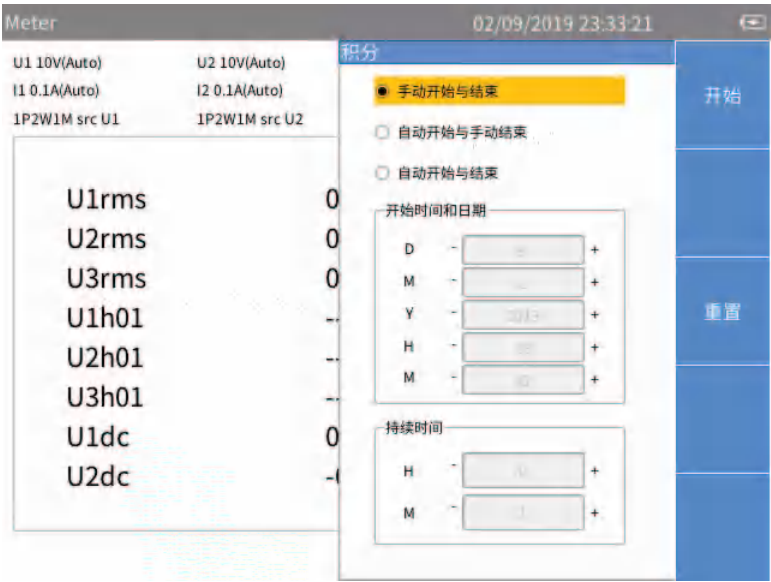

图 15. 自动开始与结束
- 设置自动开始日期与时间、持续时间, 并按 **F4** (确认) (如图 图 15。)